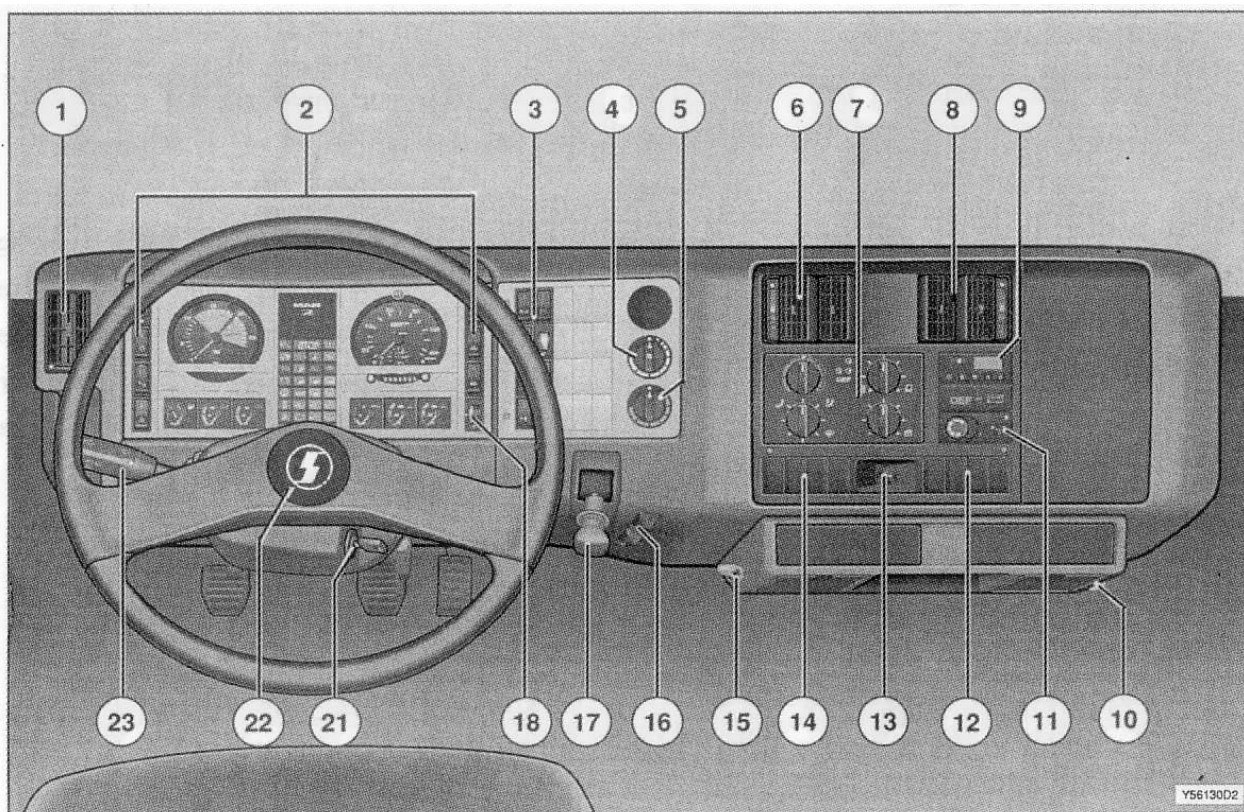

Рис.18
**Приборная доска (рис. 18, включая дополнительные опции).**